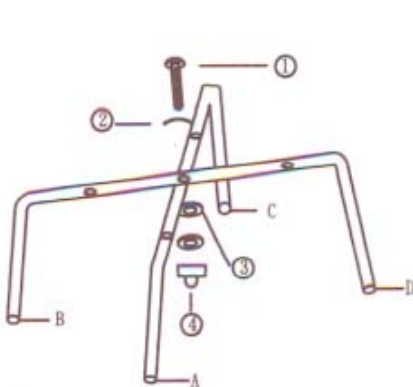

Figura 1
- ☞ sovrapporre, orientare e fissare le gambe come mostrato in Figura 1 utilizzando chiave e cacciavite;